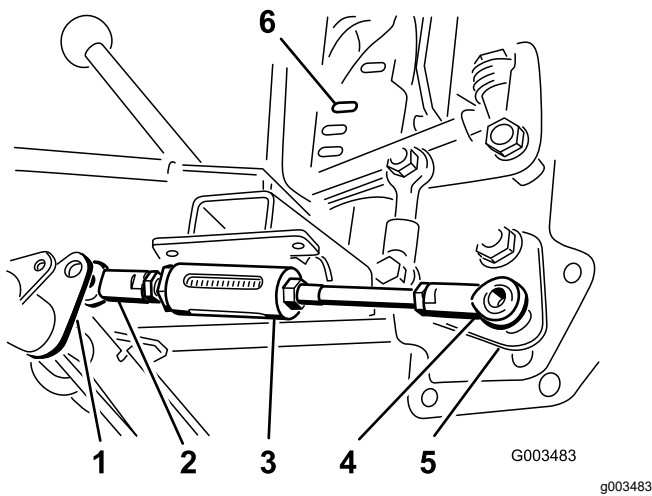

Bild 7
1. Positionieren Sie das Kugelgelenk am kurzen Ende der verstellbaren Stange rechts vom verstellbaren Stangenhebel am Schwenkrohr (Bild 7).
- Setzen Sie das Kugelgelenk am langen Ende der verstellbaren Stange auf den Bolzen unten am Hubgriff und befestigen Sie es lose mit einer Sicherungsmutter ($\frac{1}{2}$ " (Bild 7)).